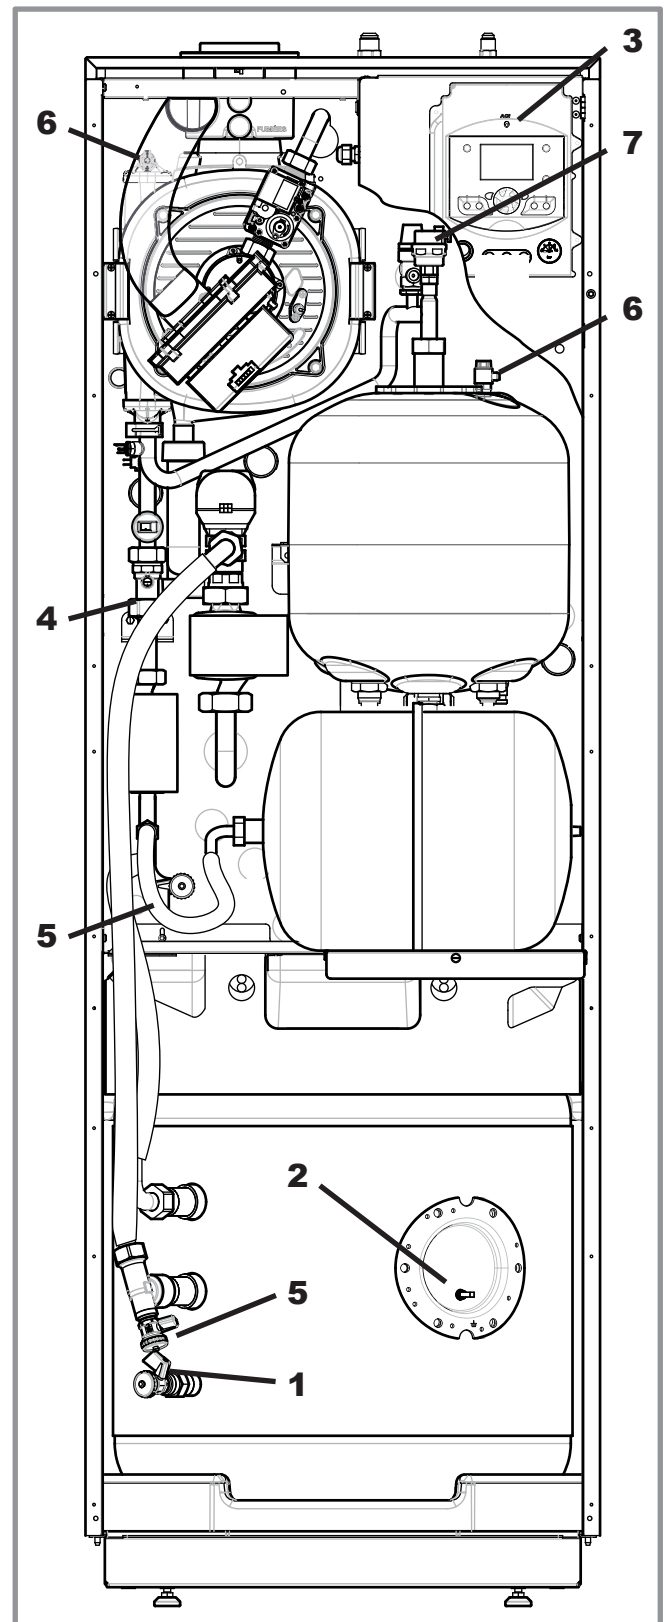

figure 62 - Vidange du module hydraulique et/ou du ballon sanitaire
- Débrayer le clapet antiretour (rep. 4, figure 62, page 81).